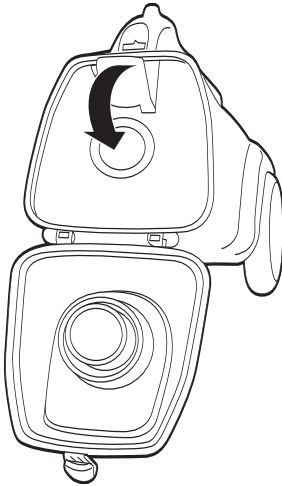

FIG. 11
Step 3: Fold BAG CLOSURE FLAP down and push behind rubber seal (Fig. 11).
Étape 3 : Repliez le VOLET DE FERMETURE DE SAC et poussez derrière le joint en caoutchouc (Fig. 11).
Paso 3: Pliegue la ALETA DE CIERRE DE LA BOLSA hacia abajo y presiónela más allá del sello de goma (Fig. 11).